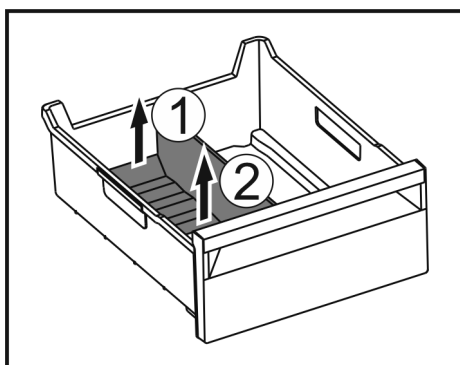

Fig. 115
- Zvedněte zadní část přepážky přihrádky na led. Fig. 115 (1)
- Přepážku přihrádky na led vyjměte nahoru. Fig. 115 (2)